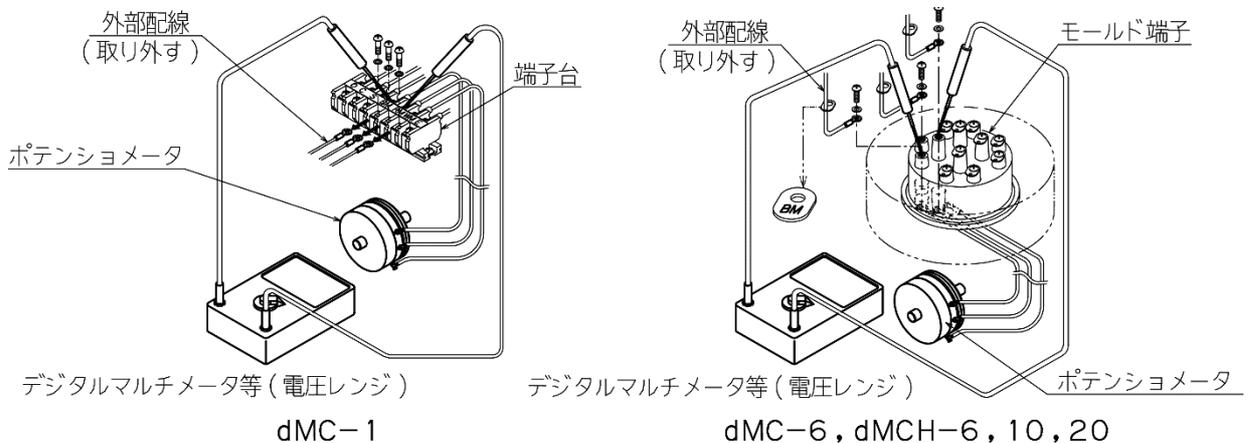

図7：ポテンシオメータの点検
(1) ポテンシオメータの点検方法 (図7参照)
- ①コントロールモータを電動動作で全閉位置とし電源を遮断します。
- ②端子箱カバーを外し、端子BM, RM, WMに接続されている外部配線を解線します。
- ③ポテンシオメータのWM端子に (-)、BM端子に (+) とし、DC 5 Vを印加してください。